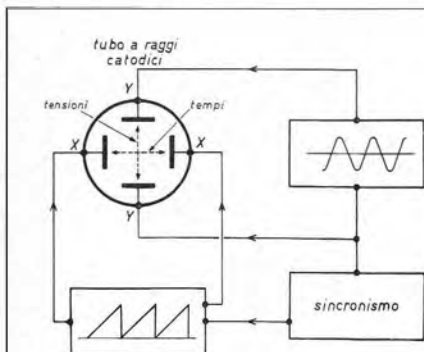

figura 1
- 1) Il segnale da esaminare viene inviato all'ingresso dell'amplificatore verticale (Y) e il generatore dell'onda a dente di sega (asse dei tempi), sincronizzato automaticamente dallo stesso segnale, viene inviato all'ingresso dell'amplificatore orizzontale (X) che funziona da amplificatore dell'onda a dente di sega. Gli schemi a blocchi di figura 1 e di figura 2 chiariscono questo tipo di funzionamento. Il sincronismo viene ottenuto quando l'onda a dente di sega è esattamente in fase col segnale da esaminare.